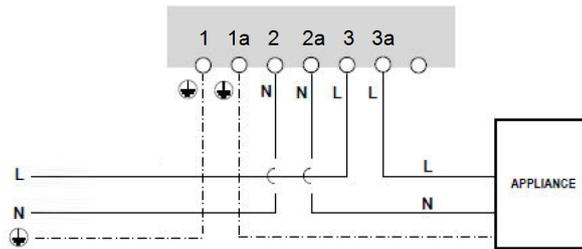

Abbildung 5: Anschluss an das Gerät
5. Die Lastleitungen an die Klemmleisten anschließen (siehe *Abbildung 4* und *Abbildung 5*).